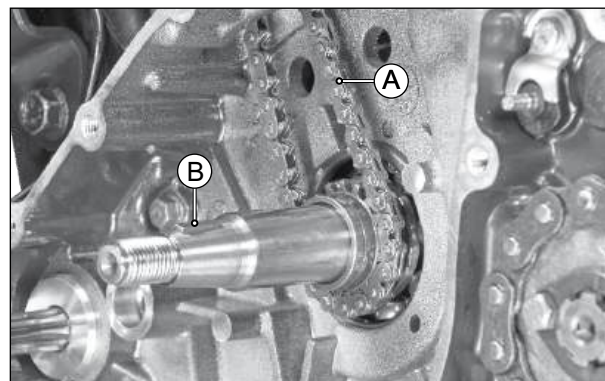

Fig. 3.115
- Remova a corrente de distribuição (A) e a chaveta meia-lua (B) da árvore de manivelas. (Fig. 3.115)